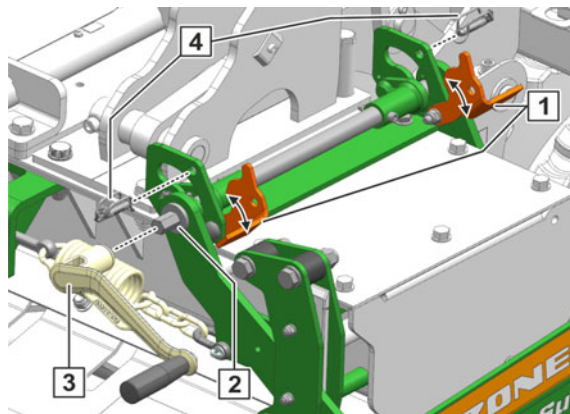

Fig. 151
1. Desmontar el pasador clavija (Fig. 151/4)
2. Colocar la herramienta de mando (Fig. 151/3) en el árbol de ajuste (Fig. 151/2).
3. Para descargar el ángulo de fijación (Fig. 151/1) girar la herramienta de mando en el sentido de las agujas del reloj.